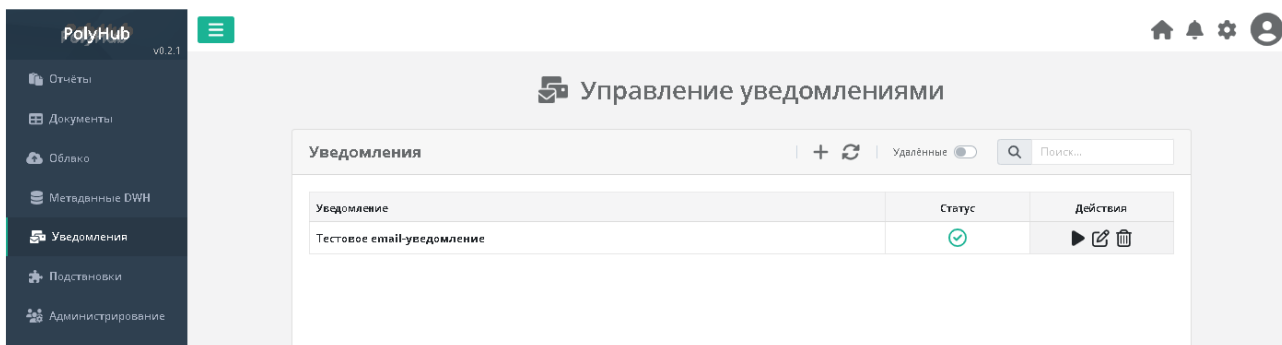

Рисунок 98. Добавленное уведомление в списке уведомлений
4) После настройки для сохранения нового уведомления необходимо нажать кнопку «Создать». Добавленное уведомление должно появиться в таблице уведомлений (Рисунок 98)